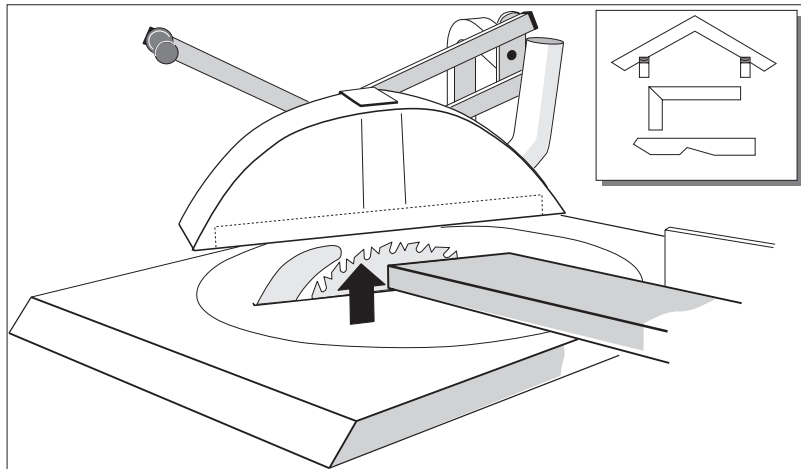

Fig. 12
- Legg arbeidsstykket mot anholdet, og kapp ved å heve sagbladet. *Se fig. 12.*